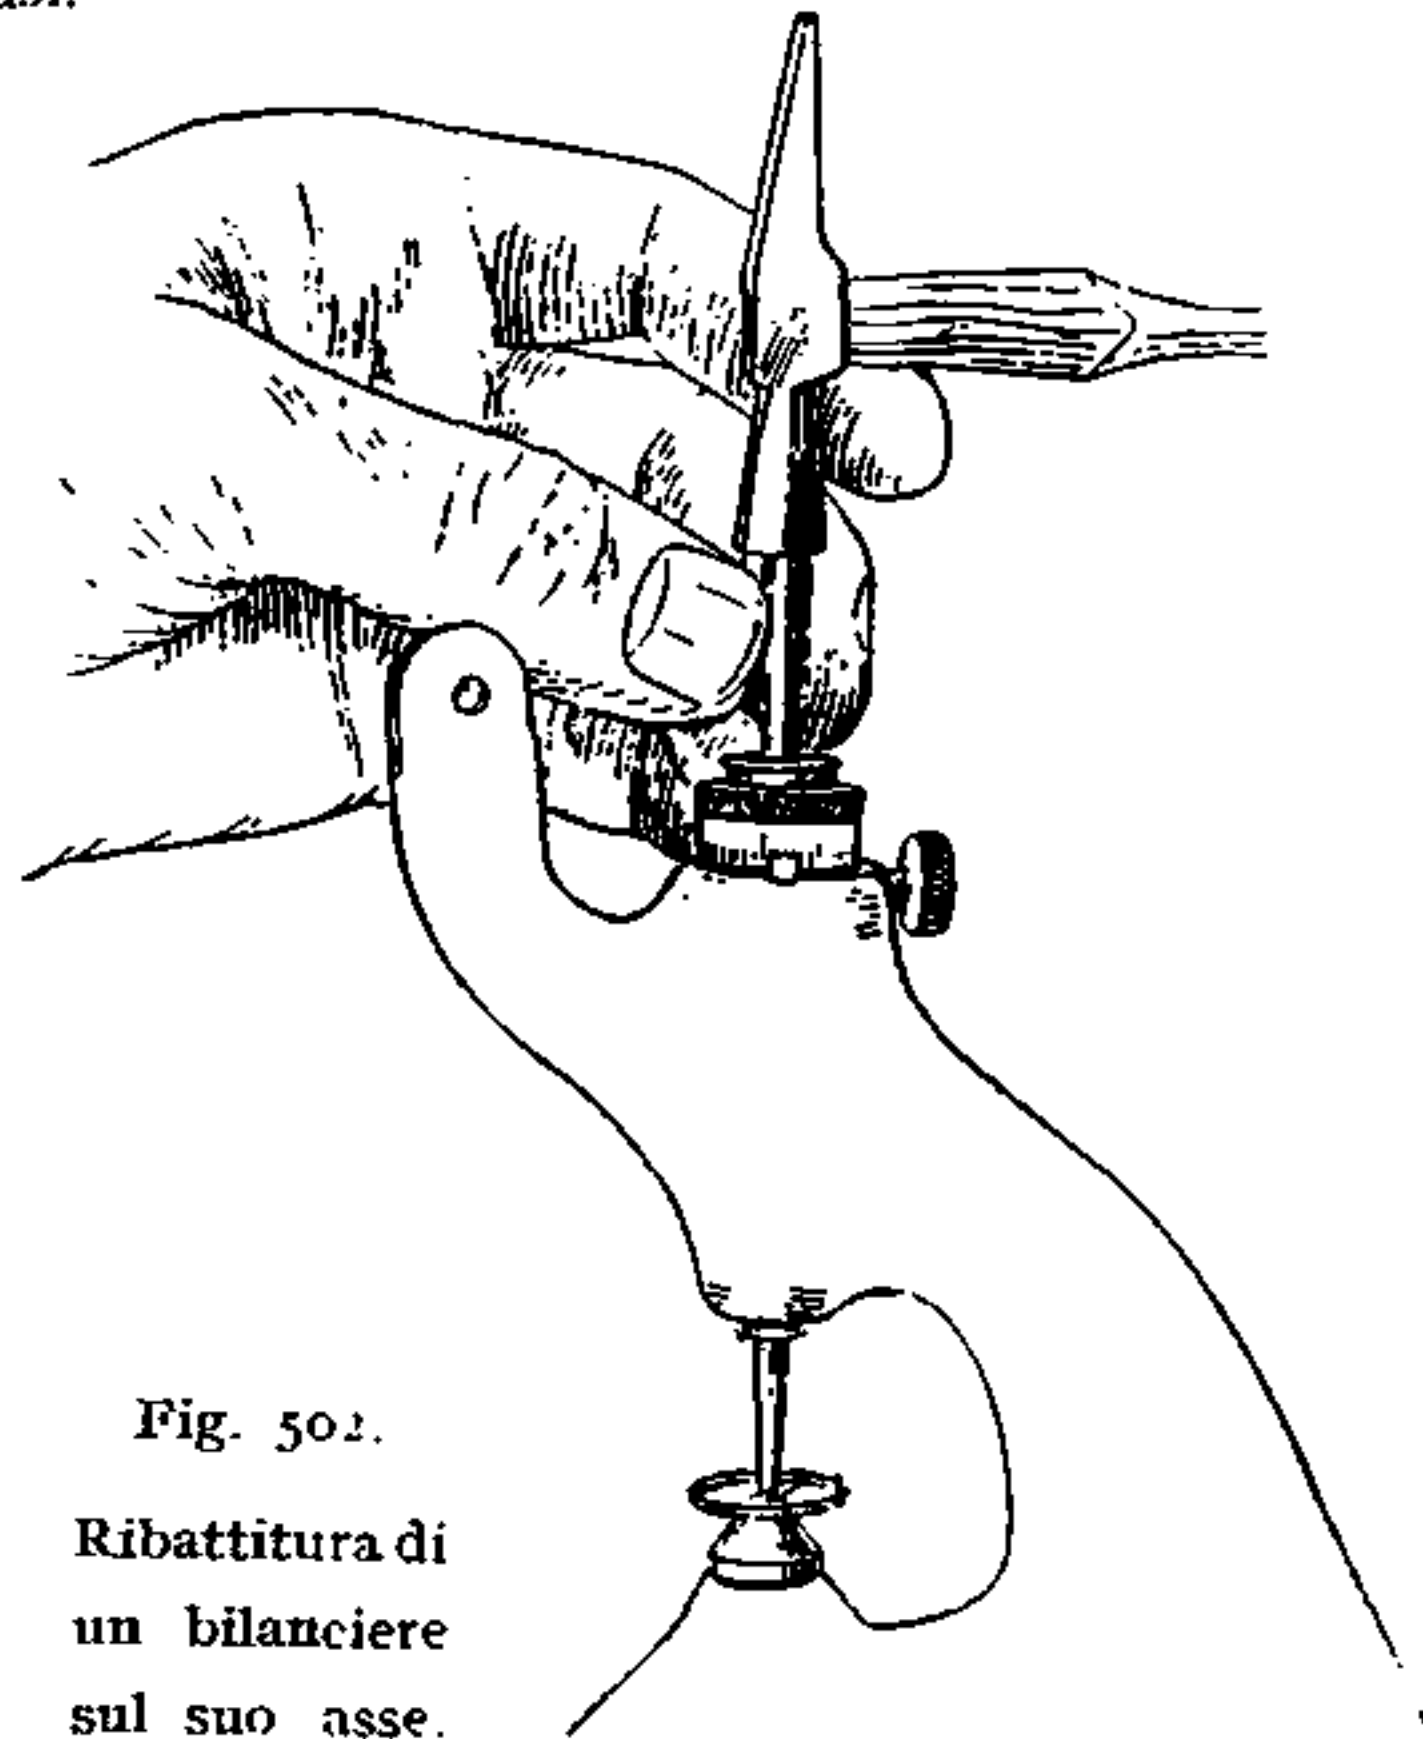
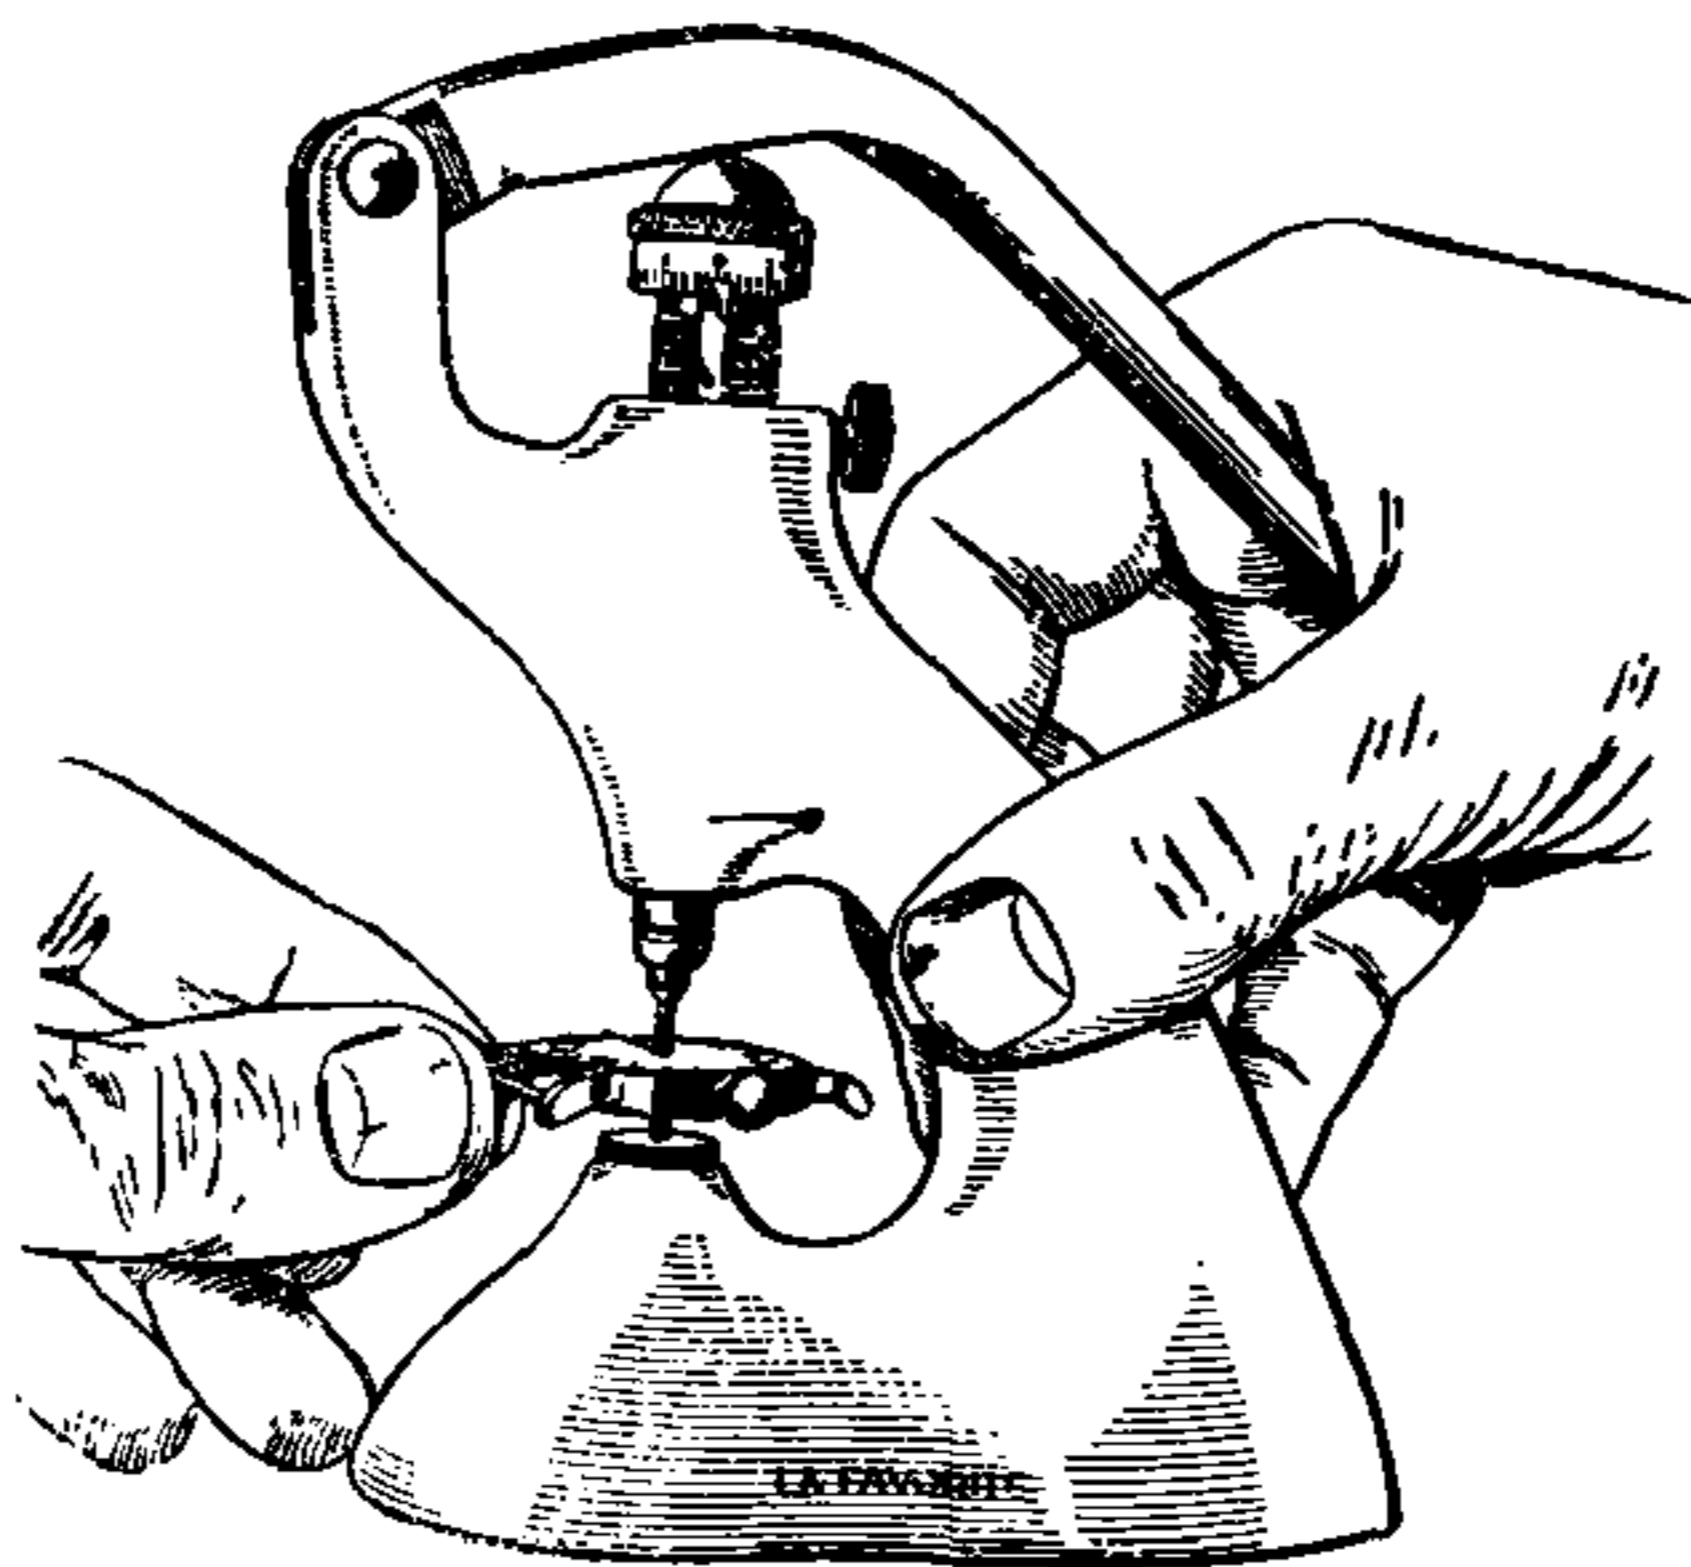
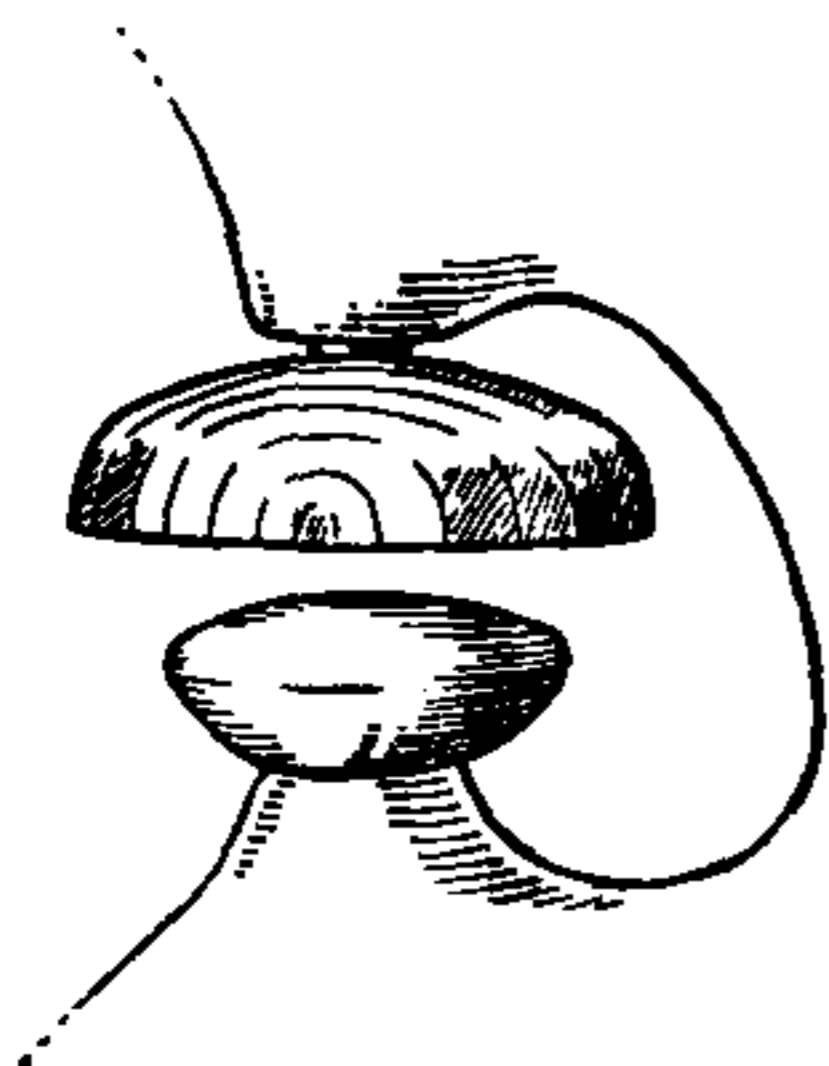

Fig. 502.
Fig. 503.
Fig. 504 - Dispositivo per il montaggio di vetri infrangibili.
*La Favorite* può essere adoperata come un attrezzo per ribattere. Quando la si adopera in questo modo, si toglie la leva a mano (fig. 502). Questo attrezzo può essere adoperato per molti altri lavori: per esempio per il montaggio delle lancette (fig. 503), o per montare sulla lunetta vetri infrangibili (fig. 504).